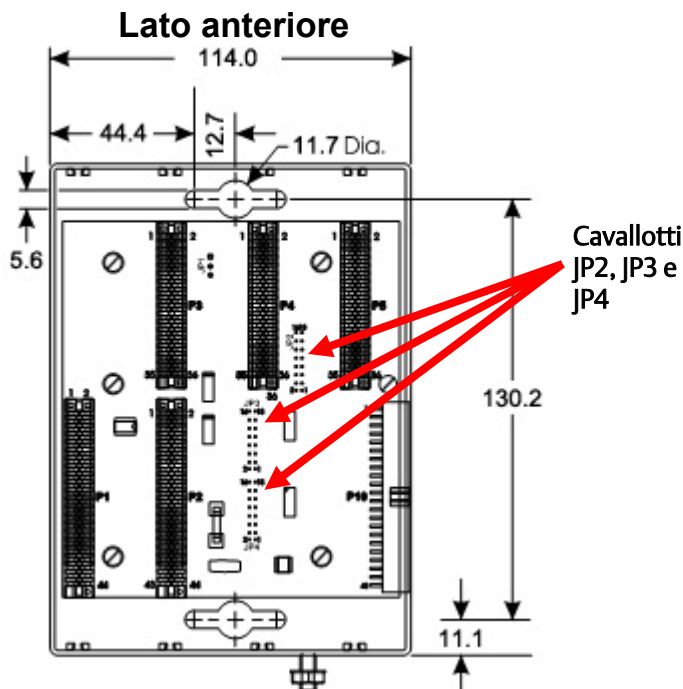

Figura 2. Dimensioni della custodia base a 4 slot per ControlWave Micro (in millimetri)
- Alloggiamento di base. Posizionare come desiderato sulla piastra di montaggio dell'alloggiamento ed individuare i fori di montaggio sulla piastra usando il ControlWave Micro come modello. Vedere la *Figura 2* per le dimensioni. Praticare i fori di montaggio nella piastra. Posizionare il ControlWave Micro sui fori e fissarlo alla piastra con quattro viti (non fornite). Serrare le viti a circa 1,1 - 1,4 N-m.
Nota: per fissare un alloggiamento di espansione a un alloggiamento di base a 4 slot o 8 slot, rimuovere i tre terminali del bus (JP2, JP3 e JP4, mostrati nella *Figura 2*) dal backplane dell'alloggiamento di base a 4 slot o 8 slot.
Gli alloggiamenti di base sono dotate di un capocorda di terra (vedere la *Figura 2*) in grado di accogliere un filo di dimensioni massime di 5,19 mm (4 AWG). Dopo l'installazione degli alloggiamenti di base e di espansione e prima di installare tutti i moduli nell'alloggiamento di espansione o base, è necessario collegare un cavo di messa a terra tra il capocorda di terra dell'alloggiamento di base e un terminale di messa a terra sicuramente efficace. Tutti i collegamenti di messa a terra devono essere dotati di un'impedenza della massa o della griglia di 2,0 ohm o meno, come misurato con un apposito tester. Il conduttore della massa deve avere una